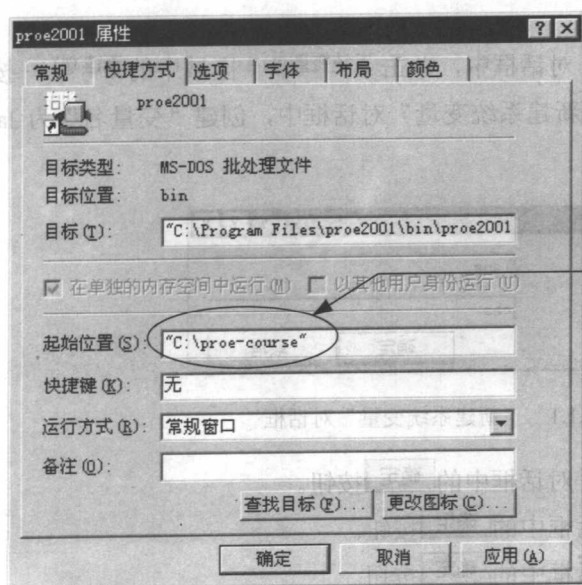

图 1.3.1 “proe2001 属性”对话框
Step2. 此时桌面上弹出如图 1.3.1 所示“proe2001 属性”对话框, 单击该对话框的 **快捷方式** 标签, 然后在 **起始位置(S):** 文本框中输入 C:\proe-course, 并单击 **确定** 按钮。